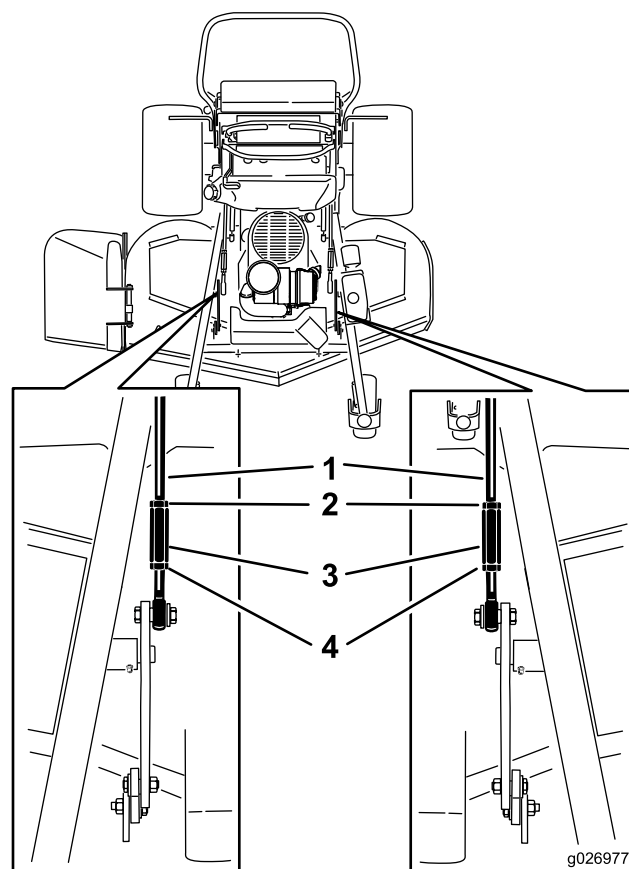

Figura 90
- Para carcasas de corte de 152 cm (60 pulgadas), afloje las tuercas delanteras y traseras y los acoplamientos de elevación de las varillas de ajuste (Figura 90).
- Para carcasas de 152 cm (60 pulgadas), apriete los acoplamientos de elevación (Figura 90).